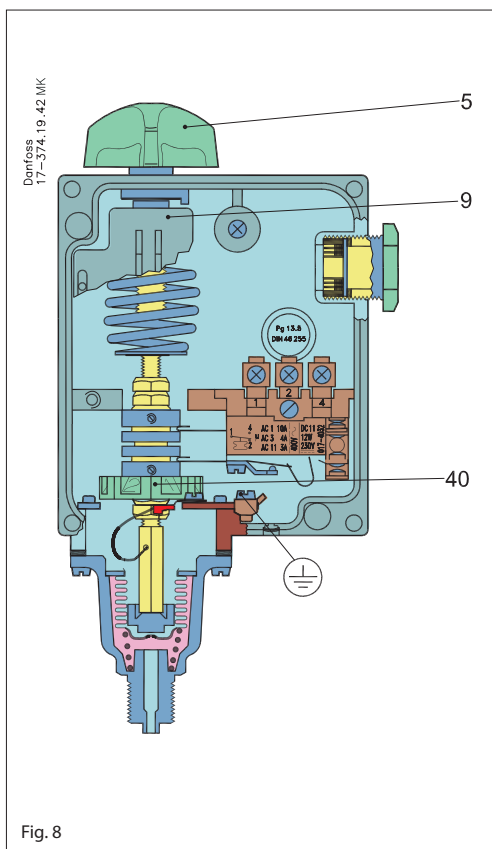
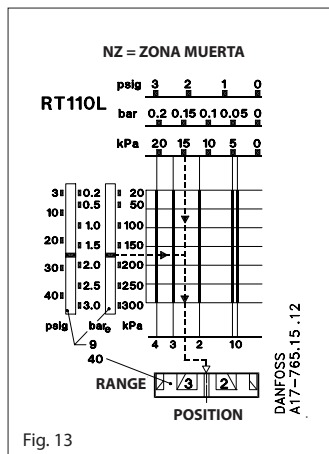

Fig. 8
Fig. 13
Es el intervalo en la variable controlada donde no se produce repuesta del elemento de corrección. Véase fig. 13.
El rango se ajusta utilizando el mando de ajuste (5) fig. 8, al mismo tiempo que se observa la escala principal (9). La presión ajustada es la presión de apertura de los contactos 1-4 (véase fig. 13).
La zona neutra requerida puede encontrarse en el diagrama de la unidad. La posición en la cual el disco de zona neutra (40) debe ser ajustado puede ser leída en la escala inferior del diagrama. El funcionamiento puede verse en la fig. 13.
El RT 200L debe ser ajustado mediante la utilización del mando ajuste (5) fig. 8, en 3,5 bar (35 m de agua) menos el diferencial fijo de 0,2 bar.
La zona neutra, $35 - 32 = 3$ m de agua, que corresponde a 0,3 bar, debe ser ajustada en el disco de zona neutra (40) fig. 8, pág. 9. De acuerdo con el diagrama de la figura 10, el disco se ajusta en 1 o un poco más. Un ajuste más preciso puede obtenerse utilizando el equipo de prueba ilustrado en la fig. 14.